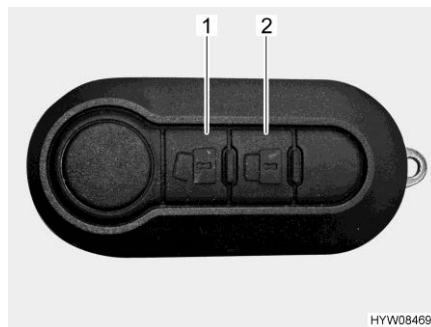

Bild 63 Fernbedienung Zentralverriegelung (2 Tasten)
- Türen entriegeln: ■ Taste  (Bild 63,1) einmal kurz drücken. Die Türschlösser sind entriegelt.
- Türen verriegeln: ■ Taste  (Bild 63,2) einmal kurz drücken. Die Türschlösser sind verriegelt.